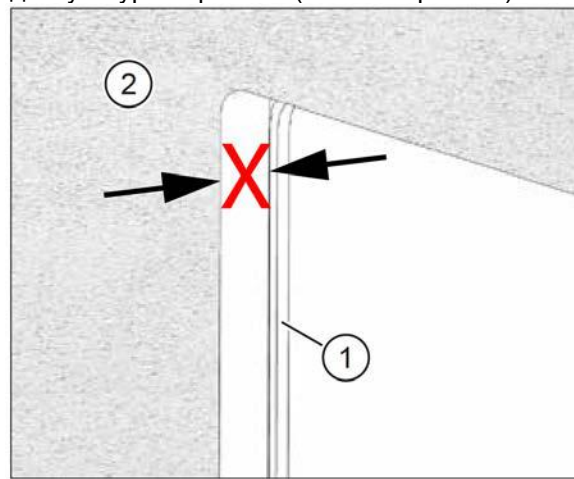

Рис. 22: штукатурка выступает над штукатурной рамкой
- Штукатурка (поз. 2 на рис. 22) выступает над штукатурной рамкой (поз. 1 на рис. 22).